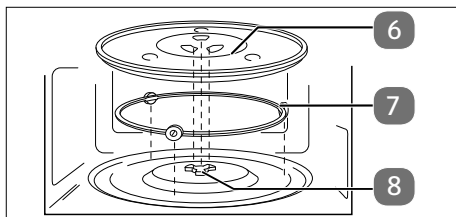

Fig. 3 – Installation du plateau tournant en verre
- ▶ N'utilisez pas le four à micro-ondes sans que le plateau tournant en verre (6) soit inséré correctement.
- ▶ Vérifiez que l'arbre d'entraînement (8) est correctement placé dans l'évidement situé au fond du four à micro-ondes et qu'il repose avec ses branches à plat dans la cavité. Tournez éventuellement l'arbre d'entraînement (8) jusqu'à ce qu'il descende dans sa position correcte.
- ▶ Placez l'anneau à roulettes (7) dans le renforcement prévu dans le four à micro-ondes, puis posez le plateau tournant en verre (6) au centre sur l'arbre d'entraînement (8) (voir « **Fig. 3 – Installation du plateau tournant en verre** ») de façon à ce que les barrettes du plateau tournant en verre (6) se placent entre les branches de l'arbre d'entraînement.